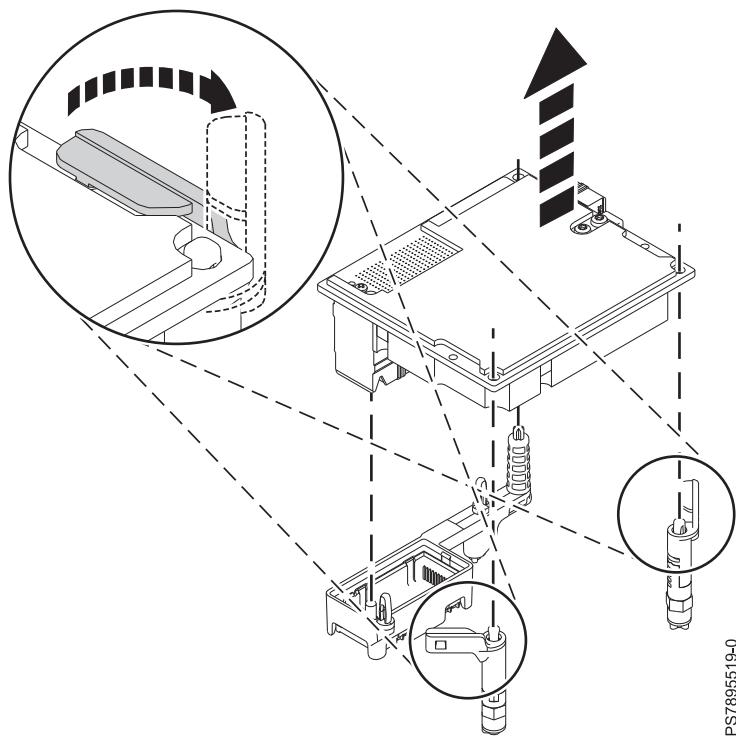

图 29. 从接口卸下网络适配器
5. 将插槽的两个蓝色释放开关拉开（如第 58 页的图 29 中所示）。